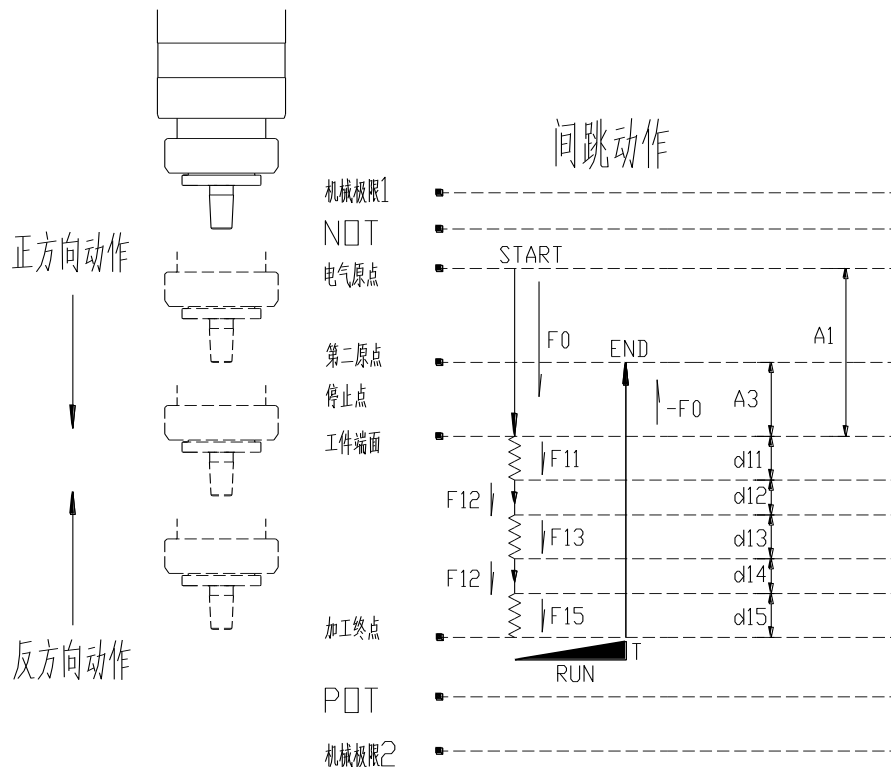

图 10-3 间跳模式动作图
(1) CHOOSE1 信号为 OFF、CHOOSE2 信号为 ON 时间跳模式被选择, POS10K 信号此时为 OFF、POS20K 信号此时为 ON。
(2) 周期开始后伺服驱动器输出 RUN 信号, 间跳模式时 (图 10-3): 初期马达以 F0 (P7.01) 为速度正方向前进 A1 (P7.02) 行程, 至工件表面时马达以 F11 (P7.19) 为切削速度时的转速, 切削加工 d11 (P7.14) 行程, 再以 F12 (P7.20) 为切削速度时的转速, 切削加工 d12 (P7.15) 行程, 直至 d15 (P7.18) 段完成后驻停, 延时 T0 (P7.08) 后以 -F0 为速度反向动作 d11+d12+d13+d14+d15+A3 (P7.14+P7.15+P7.16+P7.17+P7.18) 距离, 回到第二原点, 加工周期完成, 伺服输出信号 END, 此时 RUN 信号停止输出。第二周期初期马达还是以 F0 (P7.01) 为速度正方向前进, 行程从第一周期时的 A1 (P7.02) 变为 A3 (P7.04)。